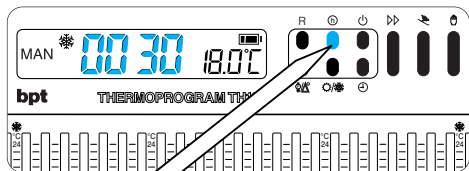
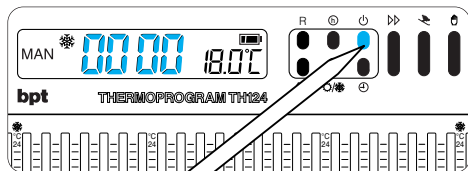

Fig. 34
Fig. 35
**10.1** - Premere il pulsante **h** (fig. 34).
*Per effettuare l'azzeramento del contatore, premere in successione (entro 5 s) il pulsante **h** ed il pulsante **⏻** (fig. 34 e fig. 35). Dopo l'azzeramento il*